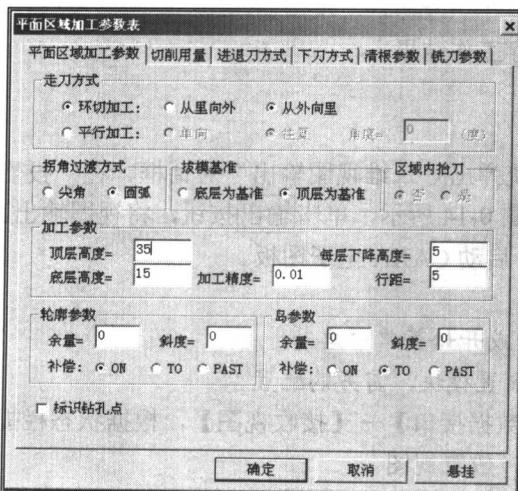

图 0-18 平面区域加工参数
② 单击【应用】→【轨迹生成】→【平面区域加工】命令，系统弹出“平面区域加工参数表”对话框，在“平面区域加工参数”选项页（图 0-18）中填写参数。